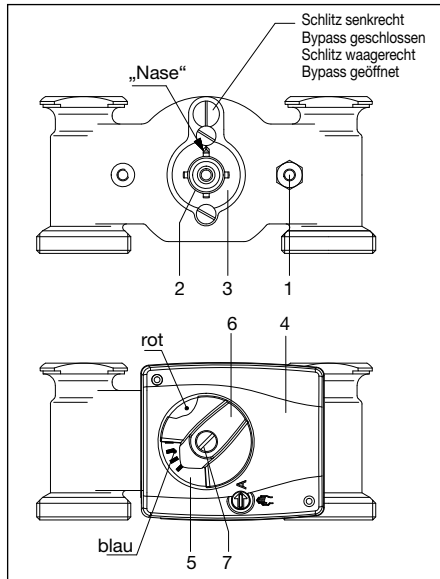

Abb. 5.7 Montage 4-Wege-Mischhahn DN25 / DN32
- Verdrehsicherung (1) fest an das Mischergehäuse montieren.
- Adapter (2) bis zum Anschlag auf das Mischerküken (3) stecken. Abflachung beachten!
- Stellmotor (4) auf die Mischerachse setzen.
- Drehrichtungsanzeige (5) gemäß Abbildung 5.7 auf den Stellmotor legen.
- Handverstellgriff (6) mit Pfeilmarke im blauen Bereich auf die Mischerantriebswelle stecken (Auslieferungszustand: Gegenuhrzeigersinn gegen Anschlag, Betriebsstellung „A“ Automatik).
- Schraube (7) mit Fächerscheibe einstecken und mit einem Drehmoment von $>5\text{Nm}$ anziehen.